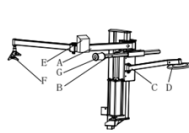

Fig. 12
4. Instale el brazo giratorio (A), el brazo horizontal hexagonal (B) y el soporte del rodillo elevador de neumáticos (C) por separado en la desmontadora de neumáticos; (Fig. 12)
5. Instale el rodillo elevador de neumáticos (D), el interruptor (E), la cabeza de presión del neumático (F) y el rodillo de presión del neumático (G) por separado en la desmontadora de neumáticos; (Fig. 12)
La Fig. 12 muestra las partes funcionales del dispositivo 006: